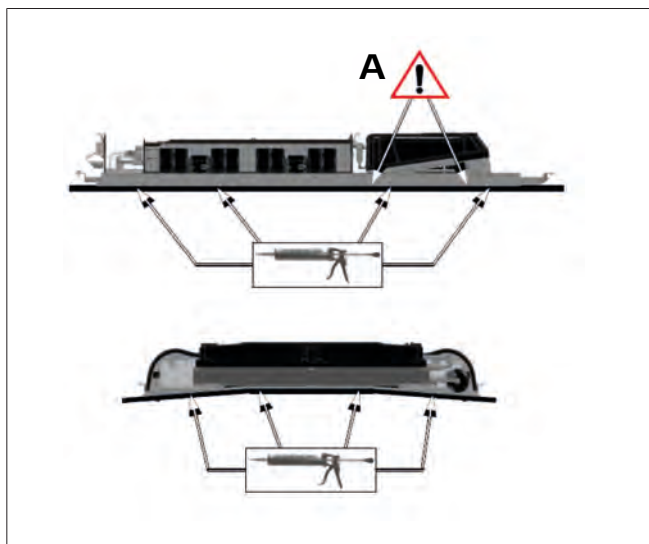

Fig. 8 Applications de Sikaflex Madrid
1. Appliquer du sikaflex sur la face non-adhésive (voir Fig. 8).
2. Assurez-vous que l'eau de pluie peut s'évacuer par le dessous du condenseur. N'appliquez pas de Sikaflex à la position « A » (voir Fig. 8).